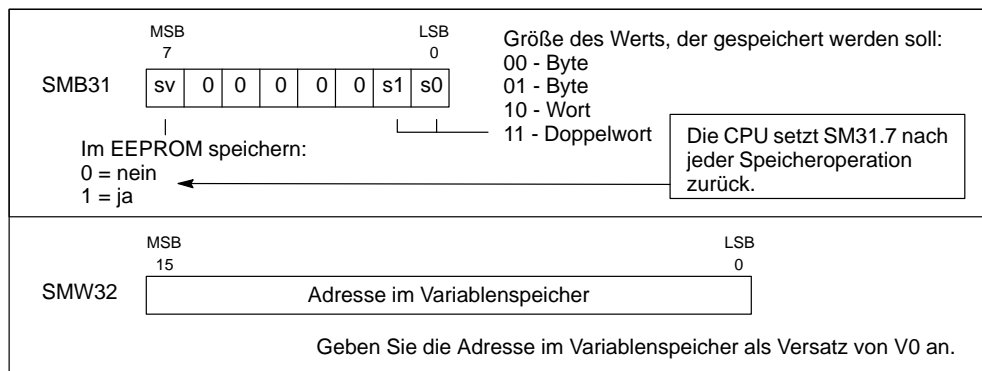

Bild 7-19 Format von SMB31 und SMW32
Sondermerker-Byte 31 (SMB31) und Sondermerker-Wort 32 (SMW32) weisen die CPU an, einen Wert des Variablenspeichers in den nullspannungsfesten Bereich des Variablenspeichers im EEPROM zu kopieren. Bild 7-19 zeigt das Format von SMB31 und SMW32. Gehen Sie folgendermaßen vor, wenn Sie die CPU so programmieren möchten, daß sie einen bestimmten Wert in den Variablenspeicher schreibt:
2. Laden Sie die Größe der Daten in SM31.0 und SM31.1 (siehe Bild 7-19.)